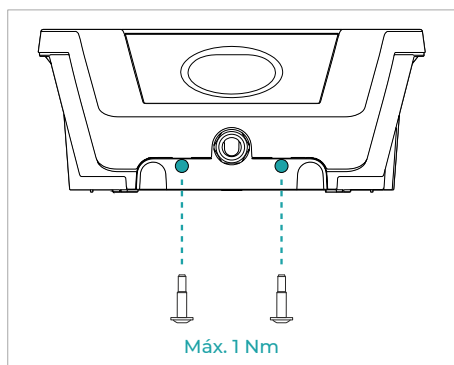

Fig. 10
- Fijar el marco exterior al sistema de carga con los tornillos suministrados en las posiciones indicadas en la **fig. 10**.